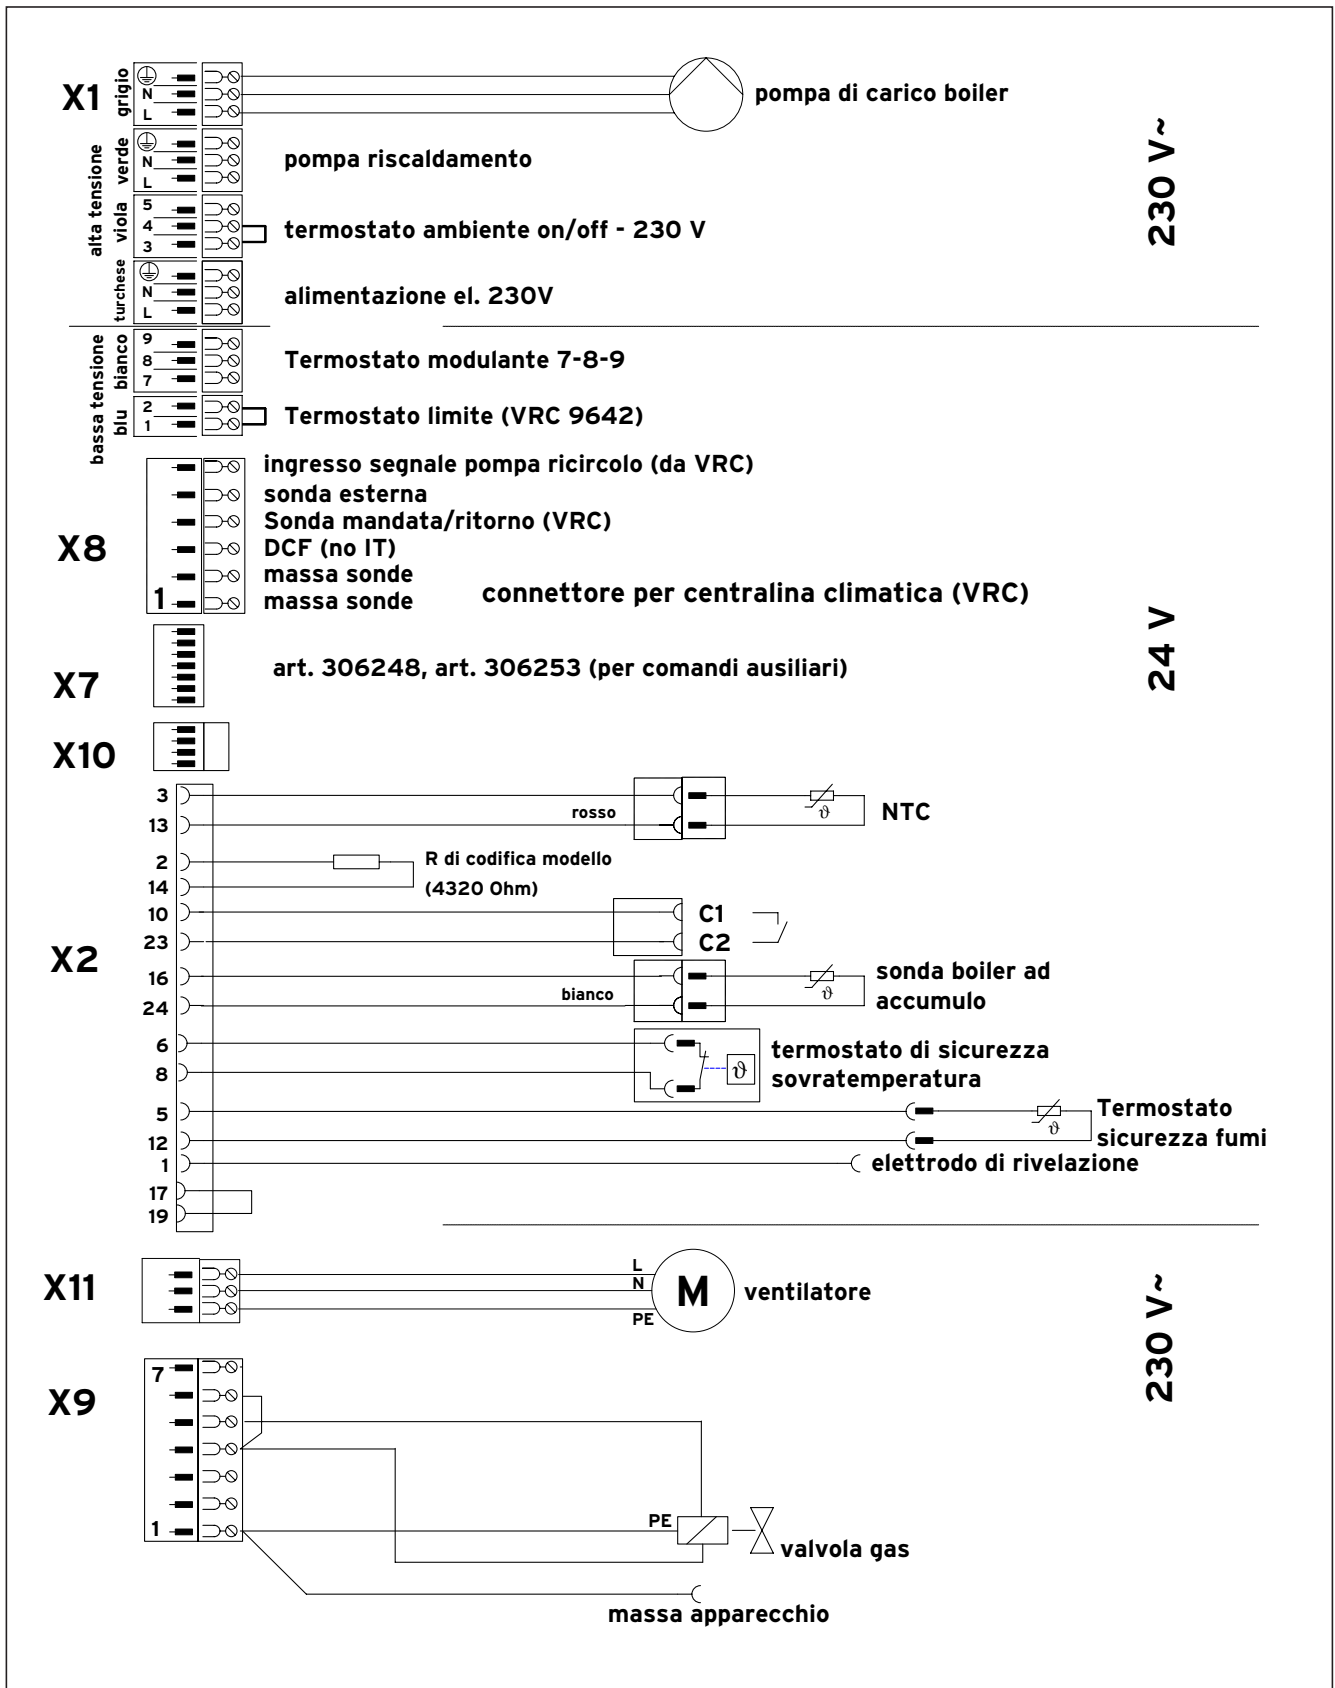

Fig. 4.5 Collegamenti elettrici dell'turboVIT
- Collegare i conduttori di rete al connettore Pro E (v. Fig. 4.5 e 4.6).